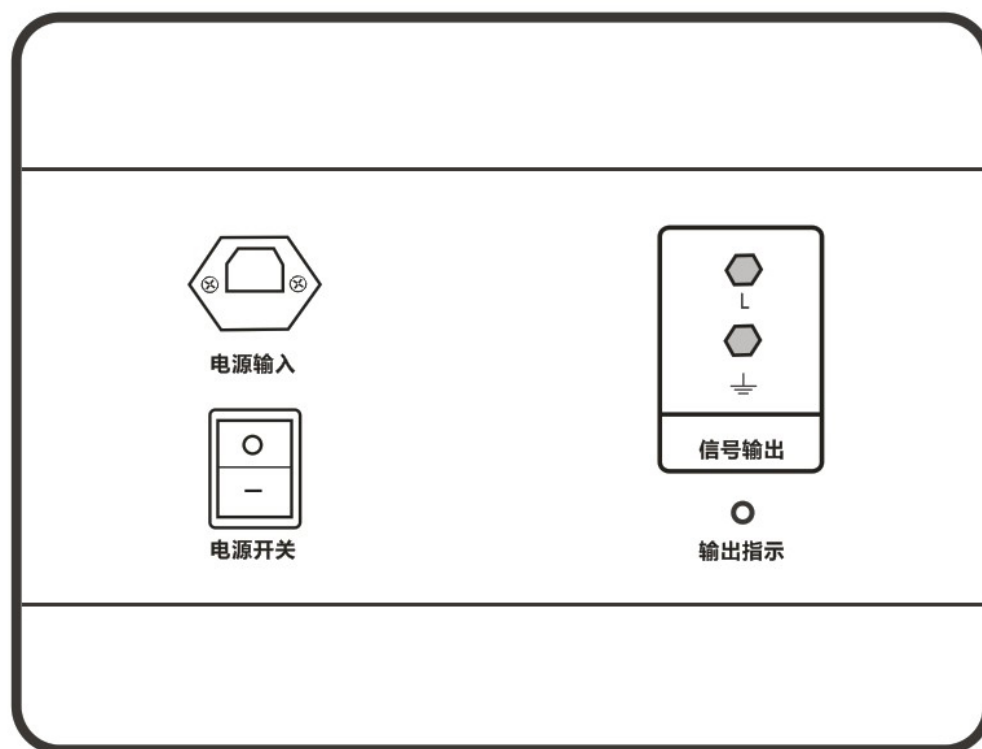

图 1 信号发生器面板图示意图
①信号发生器 ②信号接收器 ③A 钳（大钳）
④B 钳（小钳） ⑤信号输出线 ⑥电源线
2. 信号发生器（见图 1）